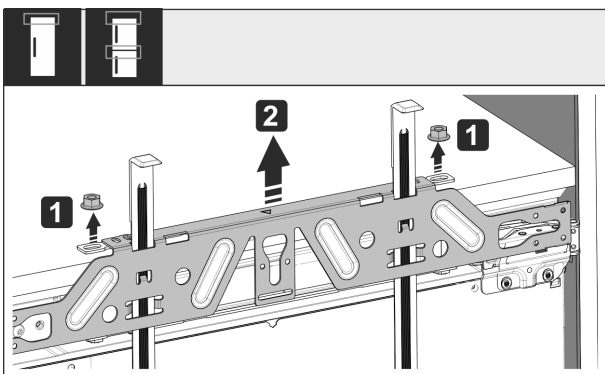

Fig. 58
- ▶ Vabastage vastumutrid Fig. 58 (1).
- ▶ Võtke kinnitustraavers Fig. 58 (2) maha.